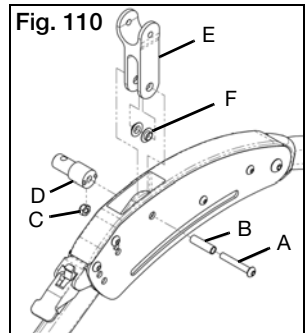

Fig. 110
- a. Note con cuál orificio se halla alineado el yoke con el cuadro del asiento. Utilizando una llave Allen de 4mm y una llave de 10mm o tubular, remueva los tornillos y las tuercas que sostienen el cuadro del asiento a los yokes (Fig. 110:E) a ambos lados de la silla, y gire el asiento hacia adelante.
- b. Utilizando una llave Allen de 4mm, remueva el tornillo de pivote (Fig. 110:A) y la manga de pivote (Fig. 110:B). Note que el tornillo (Fig. 110:C) se caerá fuera del bolsillo en el montaje de la ranura del cuadro posterior (Fig. 110:D). Conserve el tornillo en un lugar seguro para su futura re-instalación.
- c. Cuidadosamente deslice el yoke (Fig. 110:E) hacia arriba y fuera del cuadro base.
- d. Remueva los viejos cojinetes (Fig. 110:F) de las patas del yoke. Note que los cojinetes deben ser empujados a través, desde la parte exterior de las patas. Asegure que todo el material de los viejos cojinetes es removido y que los orificios están suaves.
- i. Deslice el tornillo de pivote (Fig. 110:A) a través de la manga. Mientras sostiene la tuerca (Fig. 110:C) en el bolsillo del montaje del puntal del cuadro posterior (Fig. 110:D), enrosque el tornillo dentro de la tuerca y ajuste, asegurando que las pequeñas clavijas en la cara del puntal se montan alineadas con los orificios en la parte interior de la placa de cuadro base.